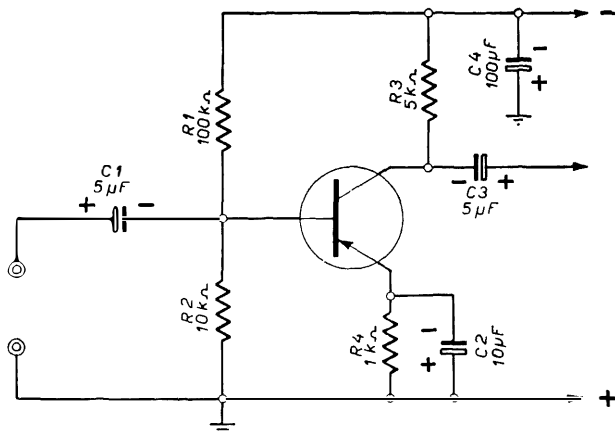

Fig. 22.14. - Gli elettrolitici del preamplificatore audio.
Se, invece, vi è un elettrolitico « in perdita », localizzarlo è meno facile; il metodo del condensatore nuovo in parallelo, non serve. Occorre anzitutto verificare le tensioni di lavoro dei transistor, specie quelle di polarizzazione, con il voltmetro adatto. La fig. 22.14 indica un esempio di transistor in BF, con i rispettivi elettrolitici. I condensatori C_1 e C_3 sono da 5 microfarad, a 3 volt di lavoro (VL); è necessario siano di capacità tanto elevata poichè si trovano in serie con resistenze di basso valore; ad es. C_1 è in serie con la resistenza R_2 di 10 mila ohm; se fosse di 10 mila picofarad, come avviene negli appa-